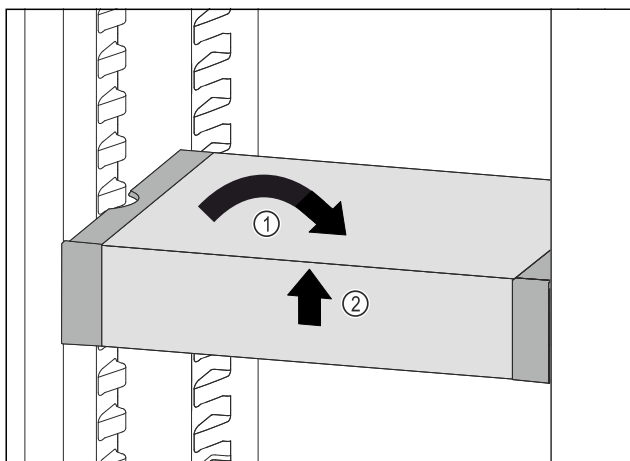

Fig. 100
- VarioSafe postavte rovně. Fig. 100 (1)
- VarioSafe vpředu zvedněte. Fig. 100 (2)